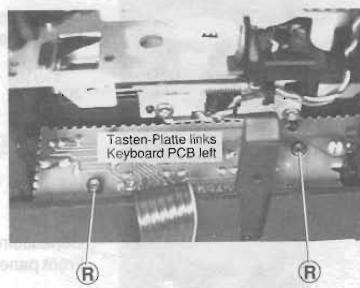

Fig. 23
20. Tastenplatte (links) ausbauen (Fig. 23)
- 2 Schrauben (R) lösen.
20. Removing the Keyboard PCB (left) (Fig. 23)
- Undo 2 screws (R).